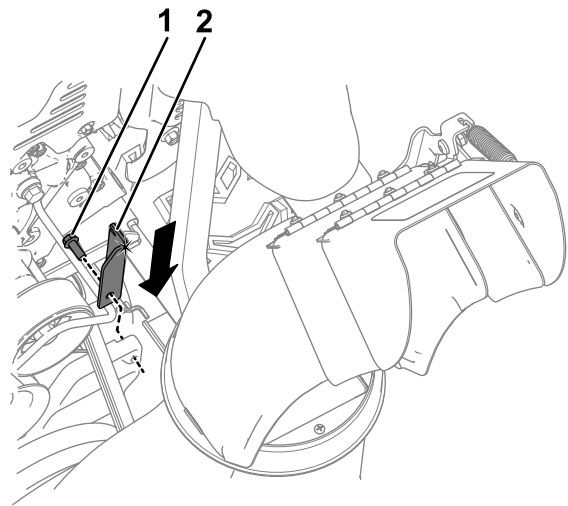

**Figur 3**
4. Ta bort den befintliga hjuldrivningsplattan från friktionshjulsplattan genom att ta bort skruven som håller den på plats (Figur 3).